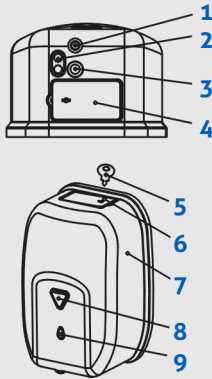

Figura 1
1. Desbloquee y abra la cubierta superior (6) con la llave (5) que se incluye, conforme se muestra en la figura 1.